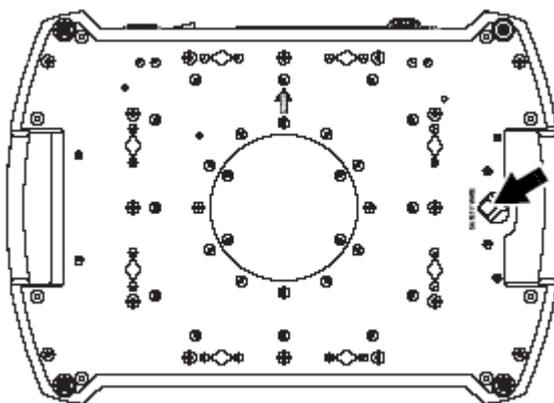

Рисунок 6. Место крепления страховочного троса
6. См. рисунок 6. Установите страховочный трос, сертифицированный в качестве страховочного крепления, соответствующего весу прибора, обернув его вокруг точки страховочного крепления (показана стрелкой) в нижней части основания и вокруг безопасной точки крепления, так чтобы страховочное крепление удержало прибор, если не выдержало первичное крепление.